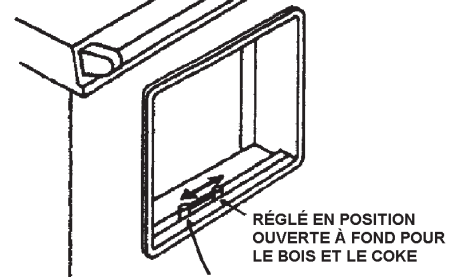

Fig. 10
- Une fois que le feu a bien pris, ouvrez la porte de la boîte à feu et remplissez la boîte à feu de combustible. Vérifiez le réglage du curseur à air secondaire (Figure 10). Fermez et verrouillez la porte de la boîte à feu. Remettez le registre de la chicane du conduit de fumée sur la position qui produit le feu de l'intensité souhaitée.
- k) Une fois que le feu a bien pris, ouvrez la porte de la boîte à feu et remplissez la boîte à feu de combustible. Vérifiez le réglage du curseur à air secondaire (Figure 10). Fermez et verrouillez la porte de la boîte à feu. Poussez le registre de la chicane du conduit de fumée pour le remettre dans la position qui permet d'en obtenir le meilleur rendement. Réglez le volant d'aération au taux de combustion désiré.